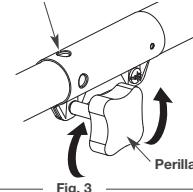

Fig. 3
- Gire la perilla en el sentido contrario a las agujas del reloj para aflojarla (Fig. 3).
- Gire la perilla en el sentido de las agujas del reloj para ajustar (Fig. 3).
**PRECAUCIÓN:** Antes de utilizar esta unidad, asegúrese de que el botón de liberación entre a presión completamente dentro del orificio principal (Fig. 5) y que la perilla (Fig. 3) quede bien ajustada.